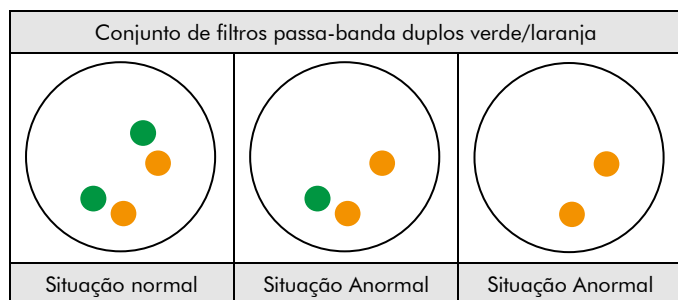

Fig. 2: Resultados esperados em núcleos normais e anormais
**Situação normal:** Nas interfases de células normais ou de células sem uma deleção envolvendo a região do gene CDKN2A, aparecem dois sinais verdes e dois sinais laranja (ver Fig. 2).
**Situação anormal:** Numa célula com uma deleção que afecte a região do gene CDKN2A, será observado um número reduzido de sinais verdes. As deleções que afectam apenas partes da região do gene CDKN2A podem resultar num padrão de sinal normal com sinais verdes de tamanho reduzido (ver Fig. 2).